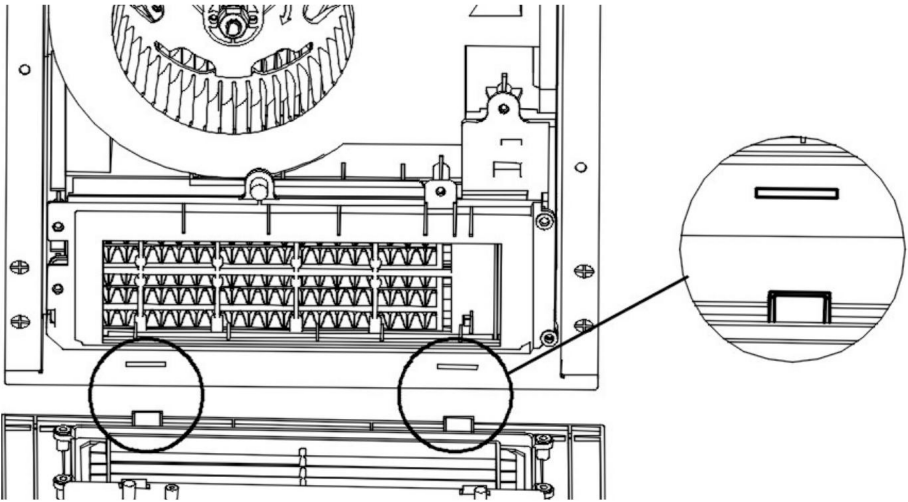

Fig. 8.
9. Rikta in de två klämmorna på gallret med skårorna på fläkthuset och snäpp in dem. (Se bild 8.)